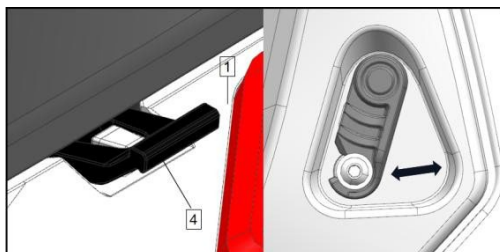

Fig. 30
1. Prima di fare clic, ruotare la chiusura in plastica del pannello (posizione 2, Fig. 30) per sganciare la chiusura dalla vite di bloccaggio (posizione 3, Fig. 30).
2. Rimuovere il fermo in gomma dal collegamento con il gancio del pannello laterale. (Pose 4, Fig. 30)